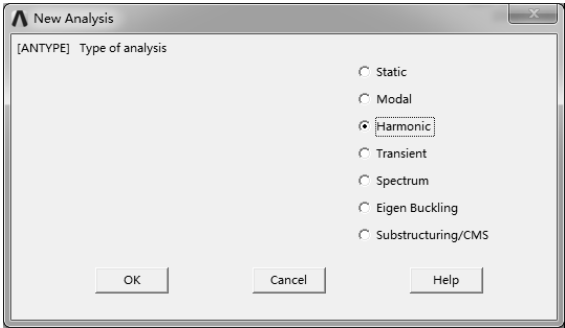

图 7-96 “New Analysis”对话框
1) 选择“Main Menu>Solution>Analysis Type>New Analysis”命令，弹出“New Analysis”对话框，选中“Harmonic”选项，如图 7-96 所示。单击“OK”按钮确认。